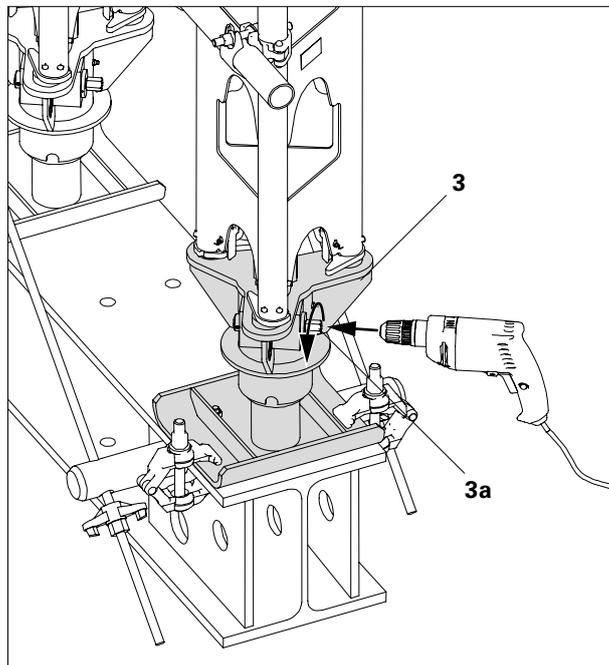

Fig. A4.01
1. Desserrer les étais tirant-poussant (5), mais ne pas les retirer.
2. Détacher les étais HD (10) l'un après l'autre en tournant l'embout hexagonal (3a) dans le sens antihoraire selon le plan de décintrage. (Fig. A4.01)
3. Resserrer ou rentrer parallèlement les entretoisements (6.2) et les étais tirant-poussant (5). (Fig. A4.01.d)